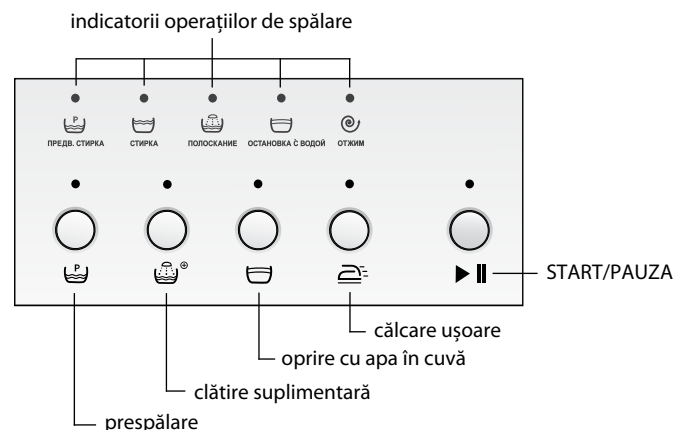

Figura 3 – Afișajul și butoanele de comandă
Fiecare buton are un indicator și este marcat cu simbol pe panoul de comandă, în conformitate cu Figura 3. Pentru a selecta funcția auxiliară dorită, apăsați butonul corespunzător.
**1.4.1** Pentru a selecta funcția auxiliară, apăsați butonul corespunzător acestei funcții – se aprinde indicatorul în conformitate cu Figura 3. La apăsare repetată, indicatorul de lumină se stinge, funcția se anulează.